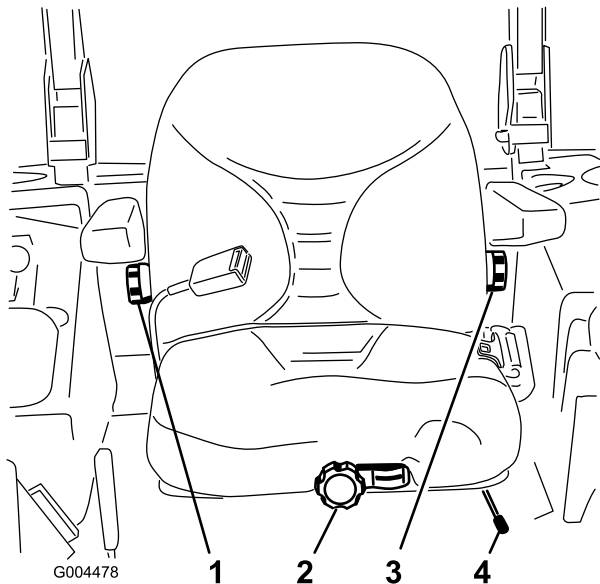

Figure 23
1. Poussez le levier de réglage sur le côté pour débloquer et régler le siège (Figure 23).
Sans vous asseoir sur le siège, tournez le bouton avant dans un sens ou dans l'autre pour obtenir la position la plus confortable (Figure 23).
Pour ce faire, tournez le bouton situé sous l'accoudoir droit dans un sens ou dans l'autre pour obtenir la position la plus confortable (Figure 23).
Pour le régler, tournez le bouton situé sous l'accoudoir gauche dans un sens ou dans l'autre pour obtenir la position la plus confortable (Figure 23).